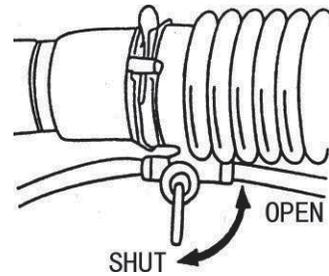

Fig.8
- 1) Durante la operación de rociado, mientras se agrega el producto químico, el interruptor debe estar cerrado, consulte la Fig. 8. Durante la operación de desempolvado, el acelerador del valor de desempolvado y la palanca de combustible deben estar en la posición inferior; de lo contrario, la máquina se quedará sin productos químicos.